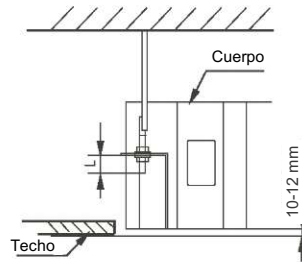

Fig. 5-8
- Ajuste la posición para garantizar que los espacios entre el cuerpo y los cuatro lados del techo sean uniformes. La parte inferior del cuerpo debe hundirse en el techo 10~12 mm (consulte fig.5-8).
- En general, L es la mitad de la longitud del tornillo del gancho de instalación (consulte la fig. 5-8).
- Fije con firmeza el aparato de aire acondicionado apretando las tuercas después de haber ajustado bien la posición del cuerpo (consulte la fig.5-8).